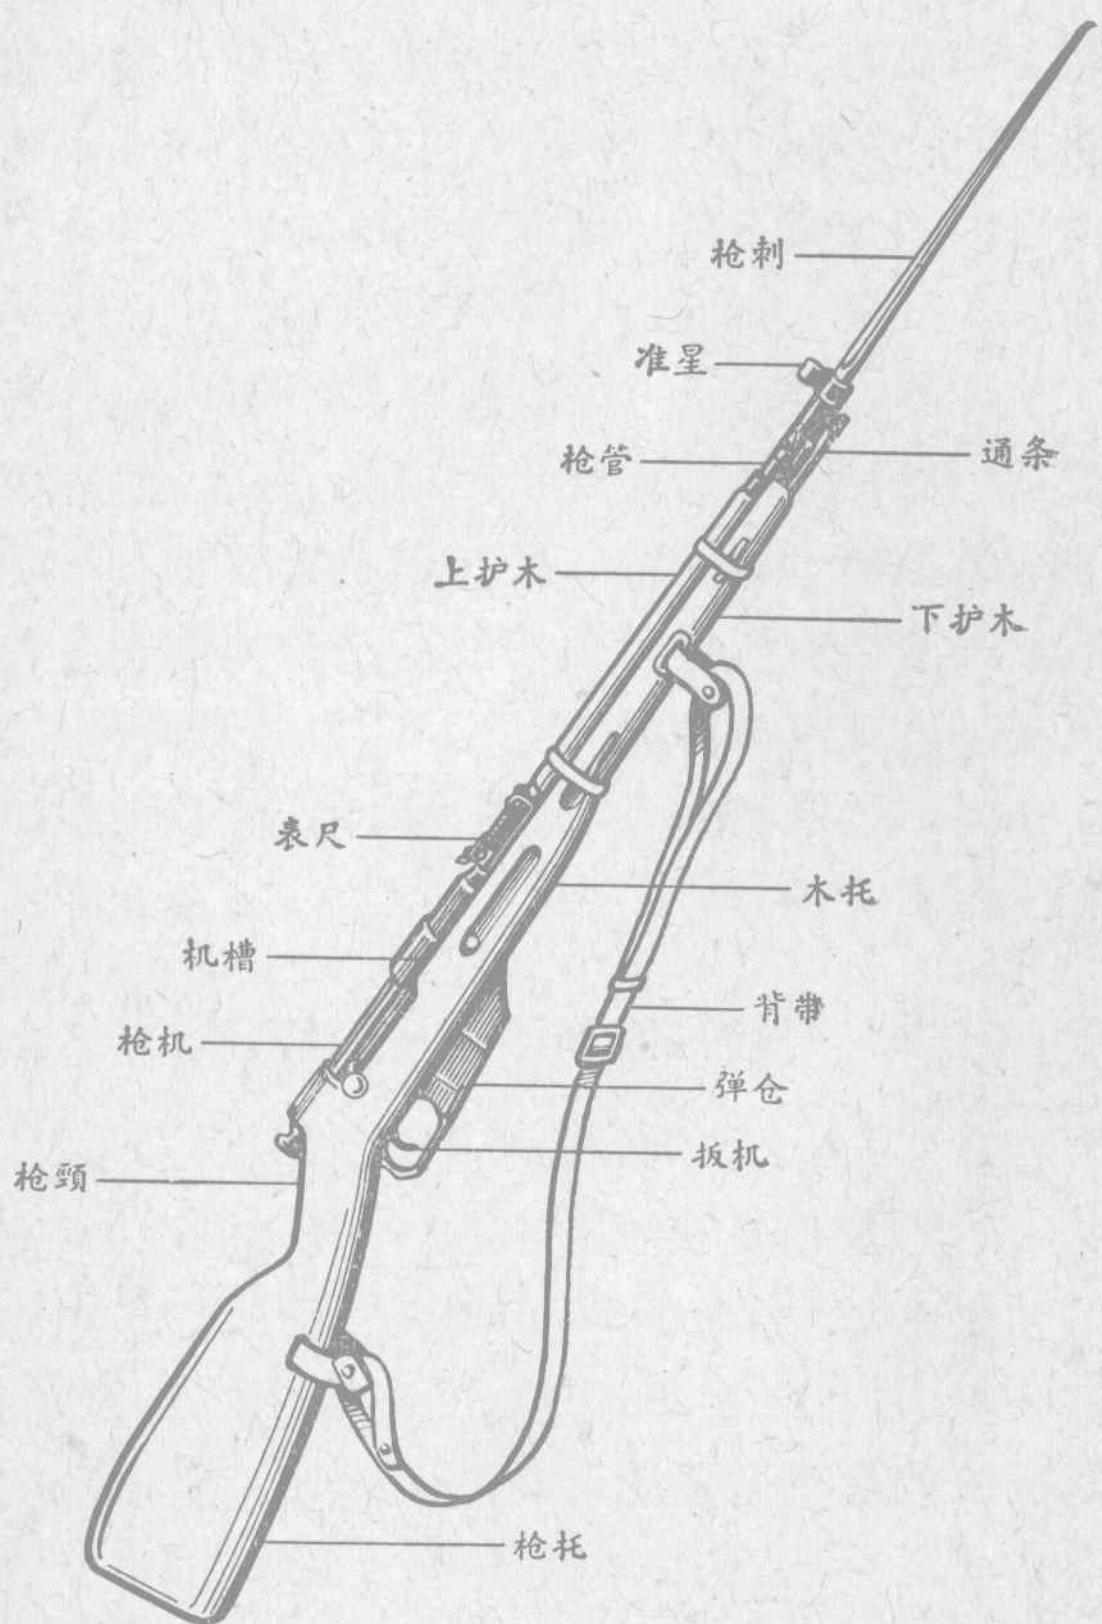

图1 七·六二騎枪
这种騎枪是我国从 1953 年开始制造的，它的口径为 7.62 毫米，所以叫做(五三式)七·六二騎枪(图 1)。另外还有一种七·六二步枪，它和騎枪的区别是重量和枪管长度不同，步枪的全重 4.5 公斤，带枪刺的全长为 1660 毫米；此外，它的枪刺是可拆卸的，而騎枪是折叠式，其
⑤木托：用以把枪的各部机件連結在一起，便于携带和操作（参看图 1）。
⑥枪刺和附件：枪刺用于白刃战时刺杀敌